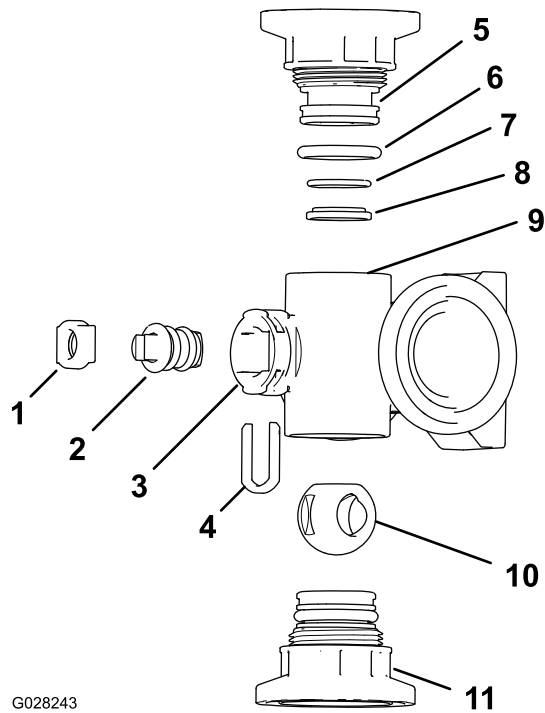
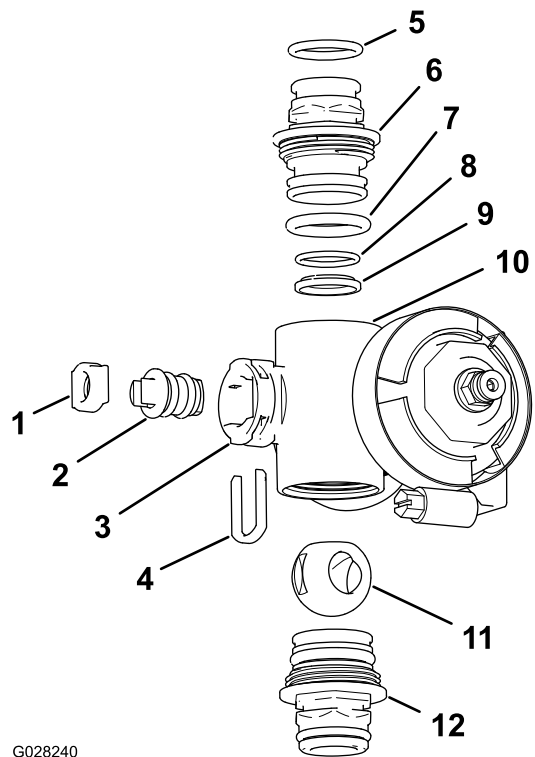

Figure 114
Figure 115
- Déposez les 2 raccords d'embout à chaque extrémité du collecteur (Figure 114 et Figure 115).
4. Retirez l'étrier de fixation de tige situé dans les fentes de l'orifice de tige du collecteur (Figure 114 et Figure 115).
5. Déposez du collecteur le dispositif de retenue de la tige et le siège de la tige (Figure 114 et Figure 115).
6. En passant par le corps du collecteur, déposez la tige de valve (Figure 114 et Figure 115).
1. Vérifiez l'état et l'usure des joints toriques de raccord de sortie (collecteur de vanne de section seulement), joints toriques d'embout, joints toriques de portée arrière et siège de bille (Figure 114 et Figure 115).
2. Appliquez de la graisse silicone sur la tige de la valve et insérez cette dernière dans son siège (Figure 114 et Figure 115).
3. Placez la tige et le siège de valve dans le collecteur et fixez-les à l'aide du dispositif de retenue (Figure 114 et Figure 115).
4. Vérifiez que le joint torique de portée arrière et le siège de bille sont bien alignés et engagés dans le raccord d'embout (Figure 114 et Figure 115).
5. Montez le raccord d'embout sur le corps du collecteur jusqu'à ce que la bride du raccord touche le corps (Figure 114 et Figure 115), puis tournez encore le raccord d'embout de $\frac{1}{8}$ à $\frac{1}{4}$ de tour.